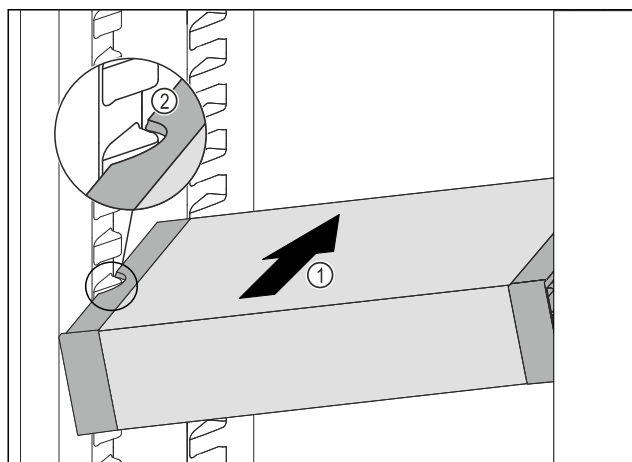

Fig. 128
- ▶ Вкарайте VarioSafe под ъгъл в хладилната част Fig. 128 (1), докато страничните прорези Fig. 128 (2) на VarioSafe се намират на височината на реброто на съда в хладилната част.